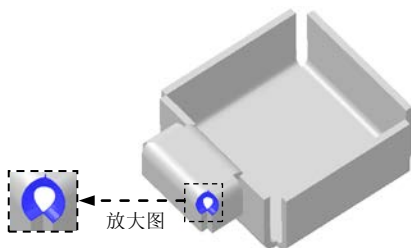

图 5.6.16 创建“封闭二折弯角”特征 3
Task3. 创建图 5.6.16 所示的“封闭二折弯角”特征 3
Step4. 单击命令条中的“完成”按钮, 完成图 5.6.16 所示特征的创建。